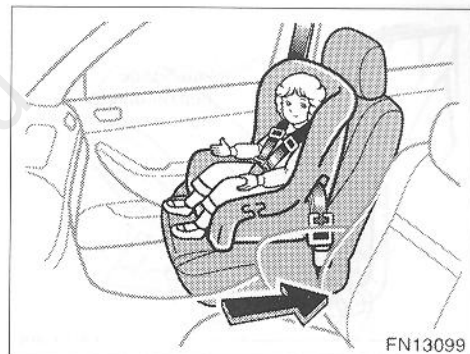

РИСУНОК 1
- Когда Вы используете систему удержания ребенка, направленную лицевой стороной вперед, на месте впереди сидящего пассажира, всегда следует передвигать сиденье как можно дальше назад. (См. следующий РИСУНОК 1.)